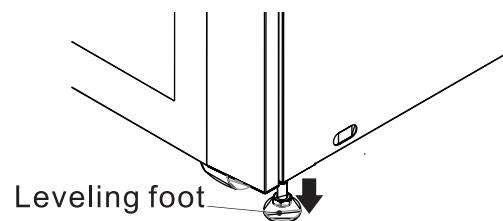

Figura 4.5
5. Una vez que el UPS esté en posición final, gire las patas niveladoras en sentido de las manecillas del reloj por debajo del nivel de las ruedas para asegurarlo en su lugar (Figura 4.5). No apoye el UPS permanentemente sobre las ruedas.